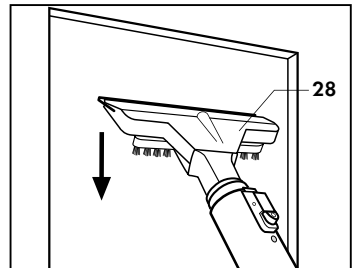

Abb. 17
- Die Gummilippe auf die Scheibe drücken und das Wasser aufsaugen; den Scheibenwischer dabei von oben nach unten bewegen (Abb. 17).